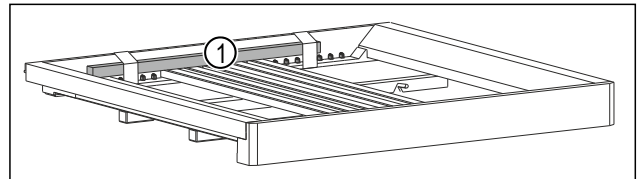

Fig. 6 \*
- Holzstab Fig. 6 (1) entfernen.\*